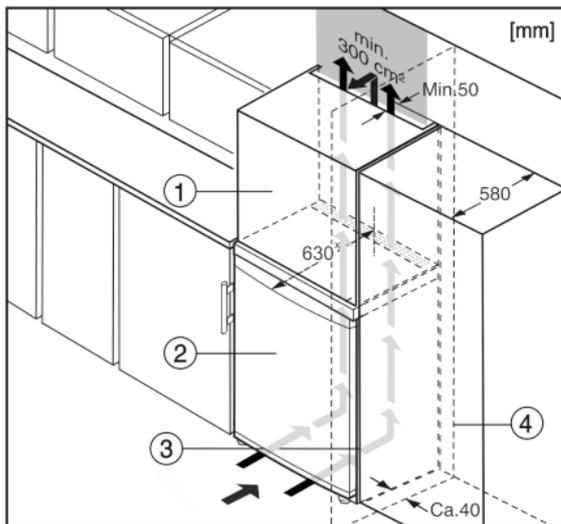

Fig. 5
(2) Устройство
(4) Стенка
Устройство может быть окружено кухонными шкафами. Чтобы уравнять устройство Fig. 5 (2) по высоте с кухонной стенкой, можно установить над устройством дополнительный шкафчик Fig. 5 (1).
При комбинировании с кухонными шкафами (глубина макс. 580 мм) устройство можно установить непосредственно рядом с кухонным шкафом Fig. 5 (3). Устройство выступает сбоку на 34 мм * и по центру на 50 мм * относительно передней стенки кухонного шкафа.
Если устройство установлено на шарнирах у стены Fig. 5 (4), то расстояние между устройством и стеной должно быть не менее 40 мм. Настолько выступает ручка при открытой дверце.